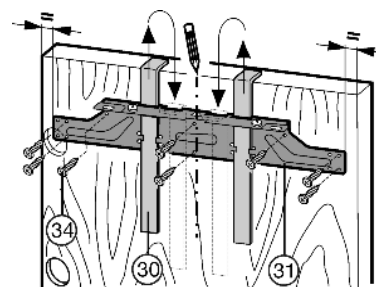

Fig. 22
- ▶ Bevestigingsdwarsstrip Fig. 22 (31) met de montagehulpstukken Fig. 22 (30) aan de binnenkant van de kastdeur hangen.
- ▶ Bevestigingsdwarsstrip Fig. 22 (31) centrisc uitlijnen: korte middenlijn op de kastdeur aangeven en daar overheen pijlpunt van de dwarsstrip aanbrengen.
- ▶ Bevestigingsdwarsstrip Fig. 22 (31) met ten minste 6 schroeven Fig. 22 (34) vastdraaien.
- ▶ Bevestigingsdwarsstrip Fig. 22 (31) met 4 schroeven Fig. 22 (34) aan de rand vastdraaien.
- ▶ Trek de montagehulpstukken Fig. 22 (30) naar boven eruit en schuif ze gedraaid in de ernaast gelegen opnameopeningen.